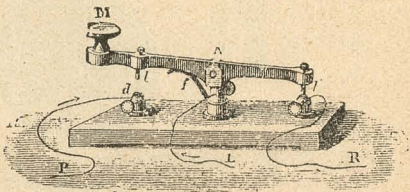

Fig. 223.—Manipulador de Morse.
**12. Telégrafo de Morse.**—*Manipulador* (fig. 223). El manipulador del telégrafo de Morse se compone de una palanca móvil al rededor de un eje *A*.